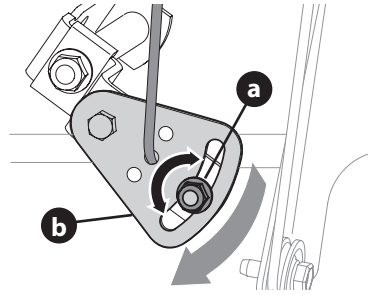

Figure 55
2. Desserrez l'écrou (a) sur le support du câble du levier de vitesse (b). Voir Figure 55.